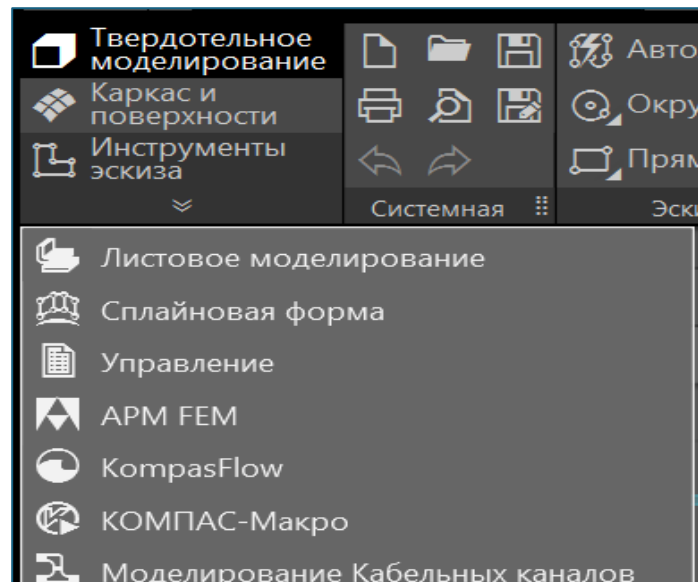

Рисунок1
5. Открыть на панели задач вкладку «Конструктор инструментальной области» и перейти в «KompasFlow»(рис.1).